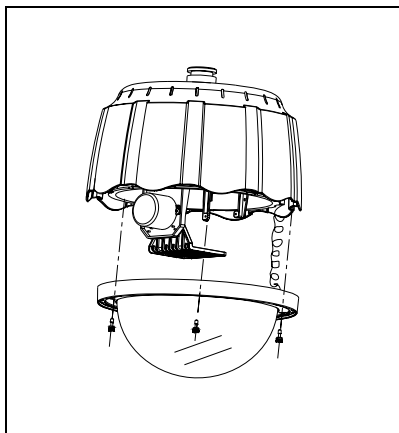

图 4
5.4 将装饰圈组件安装在内桶组件上,用 6 个不脱出螺钉紧固,如图 4 所示